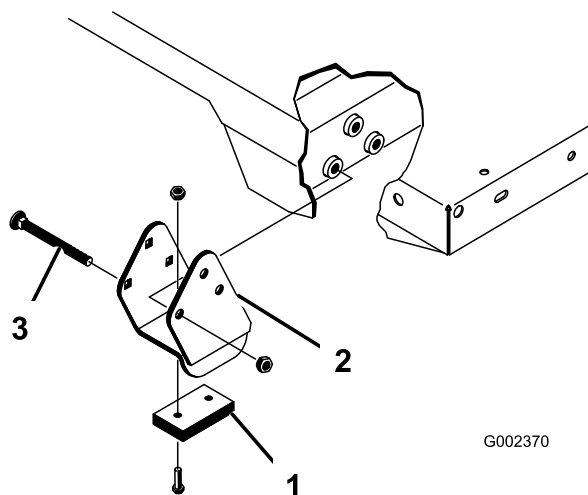

図 25
スペーサブラケットとウェアブロック 図 25 はキャリッジボルトで固定しますが、このボルトは必ず頭を車両の内側に向けてください。
2. 荷台を慎重に車両フレームの上に載せる 後部にある荷台のピボットプレートの穴とリアフレームチャンネル鋼材の穴を揃えて、クレビスピンとリンチピン各2個を取り付ける 図 25。
4. クレビスピンは荷台の外側から差し込み、リンチピンが荷台の外側に向くようにする 図 25。